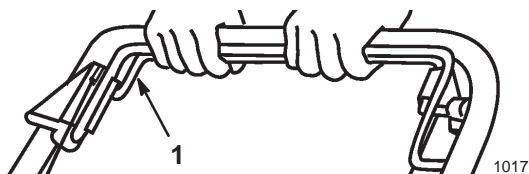

Figure 14
1. Pour actionner la commande d'autotraction, serrez la barre de commande contre le mancheron et maintenez-la dans cette position (Fig. 14).